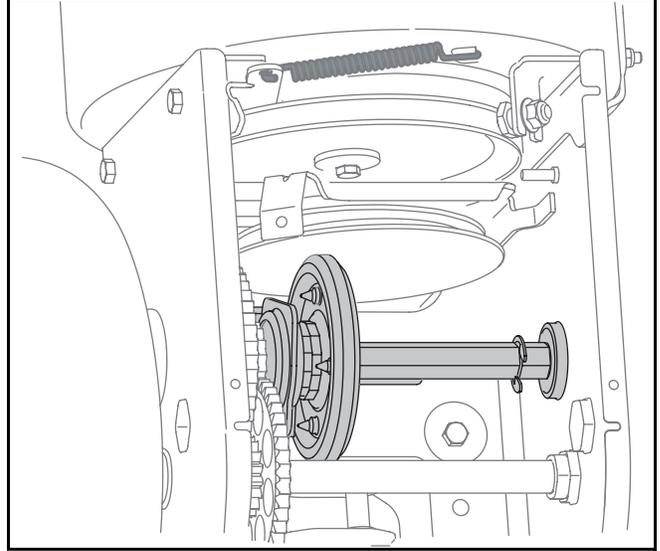

Figure 20
- Appliquez une légère couche d'huile polyvalente toutes saison sur l'arbre hex. Voir la Figure 20.